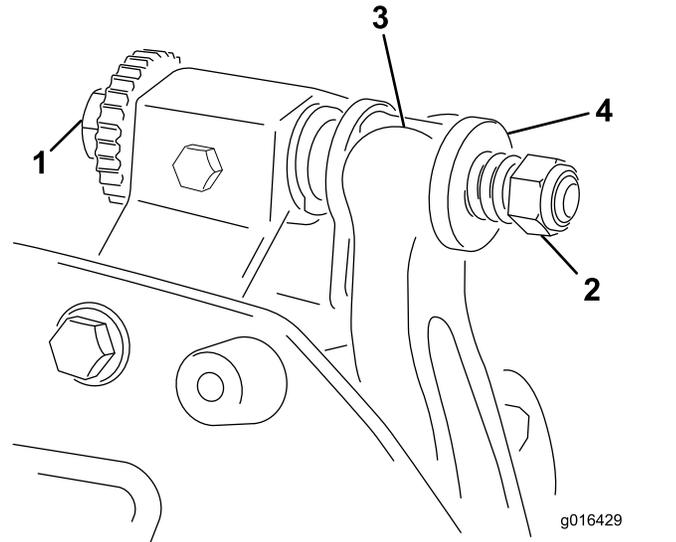

图 17
1. 逆时针旋转底刀架调节螺丝将底刀后撤离滚刀 图 17。
2. 退出弹簧加压螺母直到垫圈不再对底刀架 图 17 施压。
1. 安装底刀架/底刀总成将安装吊耳固定在垫圈与底刀架调节螺丝之间图 17。